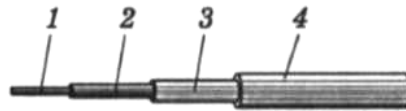

Рис. 2. Установочный провод.
2. Приведите названия составных частей показанного на рис. 2 установочного провода с резиновой изоляцией.